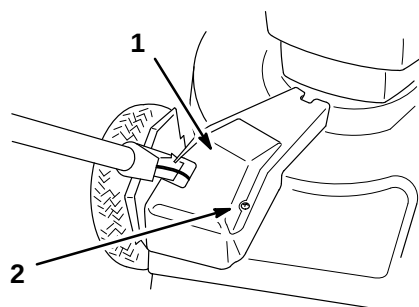

Figure 25
1. Le moteur étant arrêté, retirer le boulon de fixation du carter de courroie (Fig. 25) au carter de tondeuse.